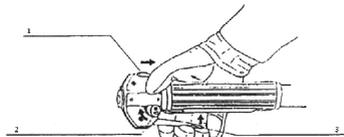

Fig. 7
- Glisați comutatorul ON / OFF din poziția STOP. Motorul nu va porni dacă întrerupătorul de pornire/ oprire este în poziția STOP (Fig. 7).
- Apăsăți maneta de eliberare și deplasați maneta de accelerație medie în direcția săgeții (Fig. 7).
- Slăbiți maneta de declanșare; aceasta va bloca poziția manetei de accelerație medii. Acum puteți porni motorul (Fig. 7).